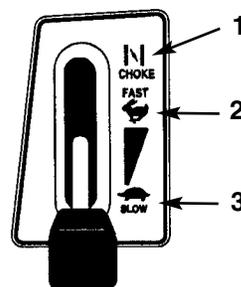

Bild 10
5. Den Gashebel auf "CHOKE" stellen (Bild 10).
7. Nachdem der Motor angesprungen ist, den Gashebel langsam auf "FAST" [SCHNELL] stellen (Bild 10). Sollte der Motor stottern oder abwürgen, den Gashebel kurz zurück auf "CHOKE" bringen. Dann den Hebel wieder auf "SCHNELL" stellen. Bei Bedarf wiederholen.
1. Den Gashebel auf "SLOW" [LANGSAM] stellen (Bild 10).